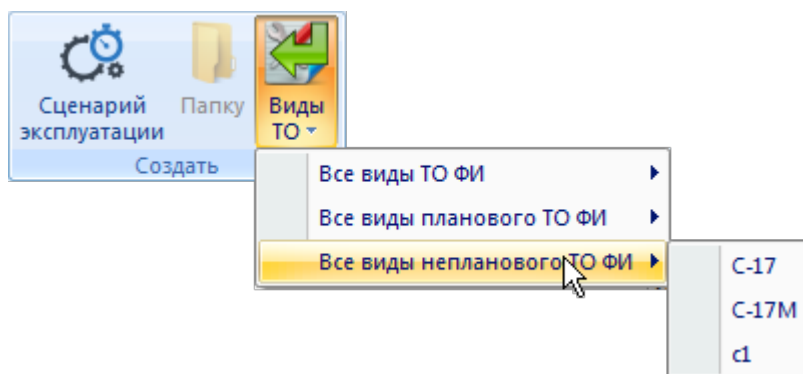

Рис. 18-15 – Установление связи сценария эксплуатации с видами ТО, выполняемыми для ФИ
- 3) Нажать кнопку «Виды ТО» панели «Создать» на вкладке «Правка», выбрать из раскрывшегося списка вид ТО и ФИ (рис. 18-15). При выборе значения «Все виды планового ТО ФИ» отбираются все виды оперативного и периодического ТО, а также ТО при хранении.